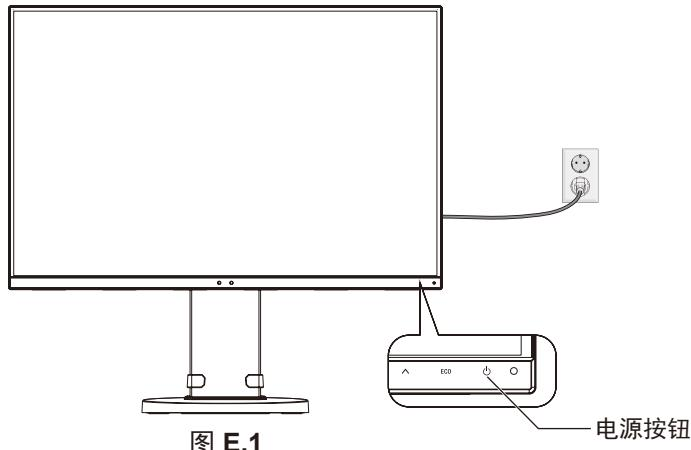

图 E.1
8. 打开计算机并通过触按前边框上的电源键打开显示器（图 E.1）。